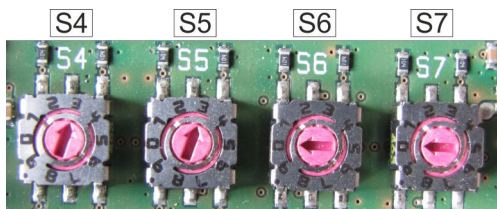

Fig. 52: Configurazione
4. Configurare gli indirizzi nel sistema (Fig. 52).